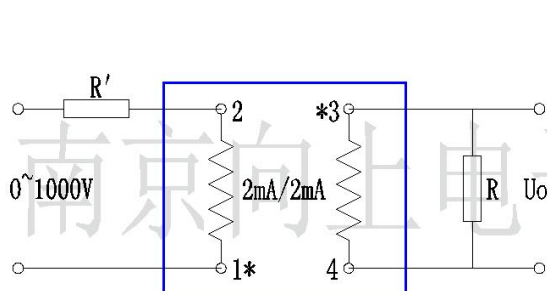
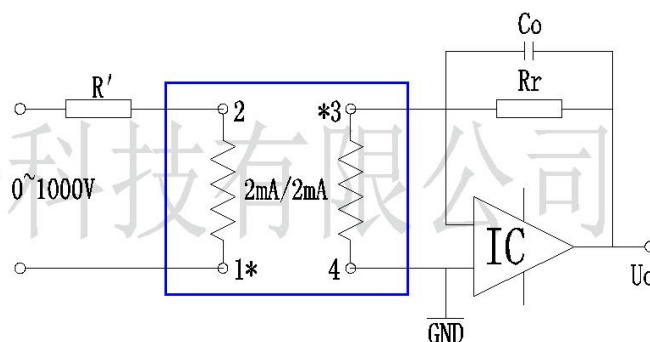

图 1.1 电阻采样图
图 1.2 运放采样图
4、因 DL-PT202H1 的饱和电压比市场上其它普通款饱和电压高出很多，4V 以内不需要运放采样，不需要增加有源器件，不需要外部供电，使用更加安全可靠更为简单方便。故使用 DL-PT202H1 不建议用图 1.2 运放法进行采样。
5、对于以上两个图的选用，当客户所需采集的电压小于互感器饱和电压时，按图 1.1 直接接电阻 R 进行采样即可；当客户所需采集的电压大于互感器饱和电压时，按图 1.2 接运放进行采样。
首先，通过了解，DL-PT202H1 饱和电压为 4V，客户所需采集的电压为 3V 小于互感器的 4V 饱和电压，所以客户只需按图 1.1 用电阻采样即可。具体使用方法如下介绍：
客户先按图 1.1 所示，在 220V 后面串联一个 $100\text{K}\Omega$ 的限流电阻，得到 $I=220\text{V}/(100\text{K}\Omega+0.23\text{K}\Omega)\approx 2.195\text{mA}$ ，此时 220V 时互感器工作电流为 2.195mA，此外互感器等比输出 2.195mA 电流(暂不考虑误差)，然后在互感器后面并联一个采样电阻 $R=3\text{V}/2.195\text{mA}=1.3667\text{K}\Omega$ 。即可实现 220V/3V 的转换。